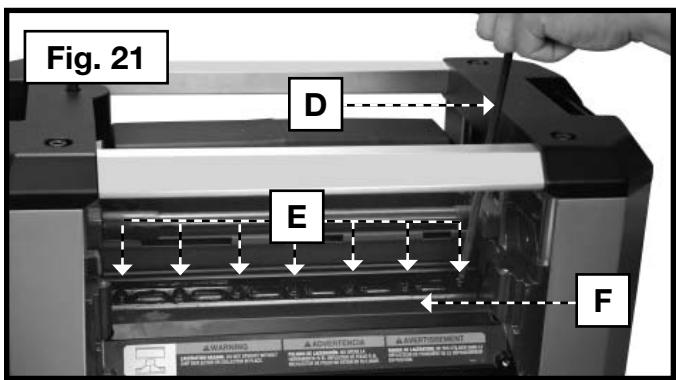

Fig. 21
4. Retire los siete tornillos (E) Fig. 21 y utilice el extremo magnético de la llave para retirar la barra de sujeción (F).
10. Coloque la barra de la plantilla de guía (F) Fig. 21 que se quitó en el **PASO 4**. Ajuste todos los sujetadores con firmeza.